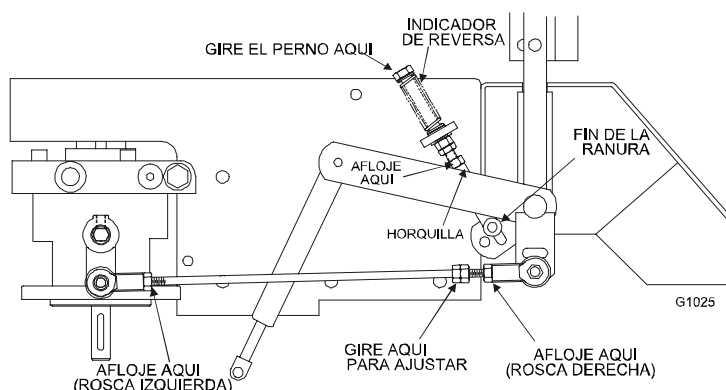

FIGURA 11
- h) Ponga la palanca de control de movimiento izquierda en la posición neutra. Ajuste el largo de la varilla de control de la bomba izquierda girando la doble tuerca en la varilla en la dirección apropiada, hasta que las ruedas tengan un leve arrastre hacia reversa. (Vea Figura 11). Mueva la palanca de control de movimiento a la posición reversa y aplicando presión de manera leve, permita que el resorte del indicador de reversa lo devuelva a la posición neutra. La rueda debe detenerse o tener un leve arrastre hacia reversa. Cuando completa el ajuste, apriete las tuercas bloqueadoras de la rotula.